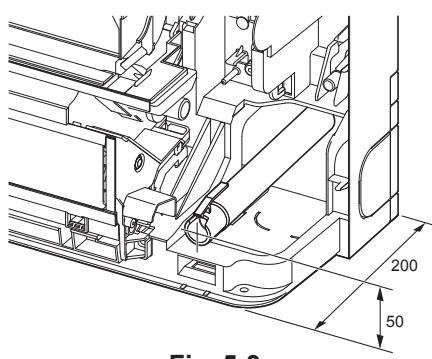

Fig. 5-3
• Bij het aanleggen van de afvoerpijpen dient u afvoerpijp te laten lopen zoals weergegeven.(Fig. 5-3)